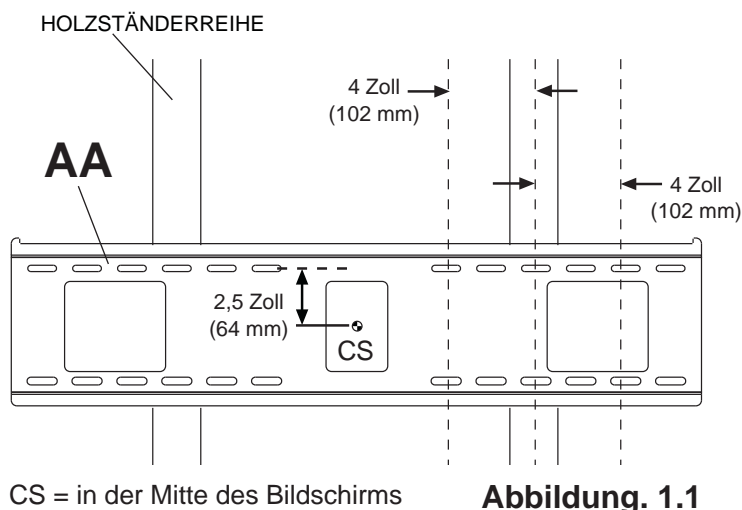
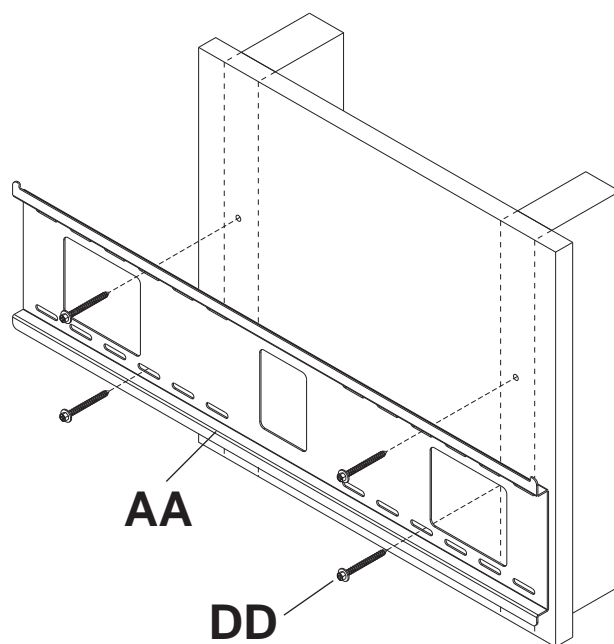

Abbildung. 1.1
Abbildung. 1.2
- 1 Bestimmen Sie die Kanten der Ständer mithilfe eines Balkenfinders. Am besten eignet sich ein Balkenfinder mit genauer Kantenanzeige. Verwenden Sie die Kanten als Richtlinie und ziehen Sie eine senkrechte Linie entlang der Mitte der Ständer. Halten Sie die Wandplatte als Schablone an die Wand. Die oberen Montageschlitze sollten sich wie in Abbildung 1.1 dargestellt 64 mm (2,5 Zoll) oberhalb der gewünschten Bildschirmmitte befinden. Richten Sie die Platte waagrecht aus und markieren Sie die Mitte der vier Montagebohrungen. Achten Sie darauf, dass die Montagebohrungen sich jeweils auf der Mittellinie der Holzständer befinden. Bohren Sie vier Löcher mit einem Durchmesser von 4 mm (5/32 Zoll) und einer Tiefe von 64 mm (2,5 Zoll). Achten Sie darauf, dass die Wandplatte (AA) waagrecht ausgerichtet ist und befestigen Sie sie wie in Abbildung 1.2 dargestellt mit Hilfe von vier Nr. 14 x 2,5 Zoll Holzschrauben (DD).
**HINWEIS:** Die Wandplatte kann wie in Abbildung 1.1 dargestellt bis zu 102 mm (4 Zoll) außermittig angebracht werden.
- 1** Achten Sie darauf, dass die Wandplatte (**AA**) waagrecht ausgerichtet ist und verwenden Sie sie als Schablone zur Markierung von vier Montagebohrungen. Die obere Montagebohrung sollte sich wie in Abbildung 1.1 dargestellt 64 mm (2,5 Zoll) oberhalb der gewünschten Bildschirmmitte befinden. Bohren Sie vier Löcher mit einem Durchmesser von 8 mm (5/16 Zoll) und einer Mindesttiefe von 64 mm (2,5 Zoll). Setzen Sie die Dübel (**EE**) in die Löcher ein, bis sie bündig mit der Wand abschließen (siehe Abbildung rechts). Halten Sie die Wandplatte über die Dübel und befestigen Sie sie mit Nr. 14 x 2,5 Zoll Schrauben (**DD**). Richten Sie sie waagrecht aus und ziehen Sie dann sämtliche Befestigungsteile an.